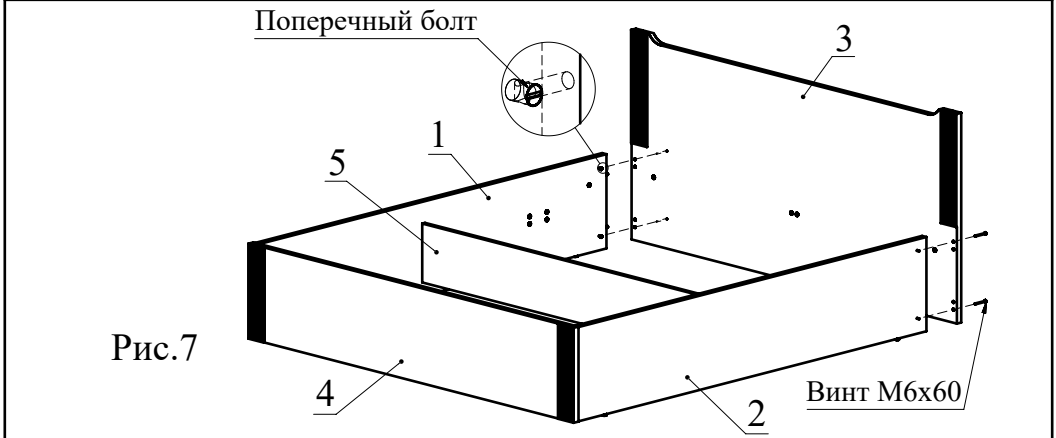

Рис.7
9. Установите деталь 3 к деталям 1, 2. Стяните детали при помощи винтов М6х60 (Рис. 7).